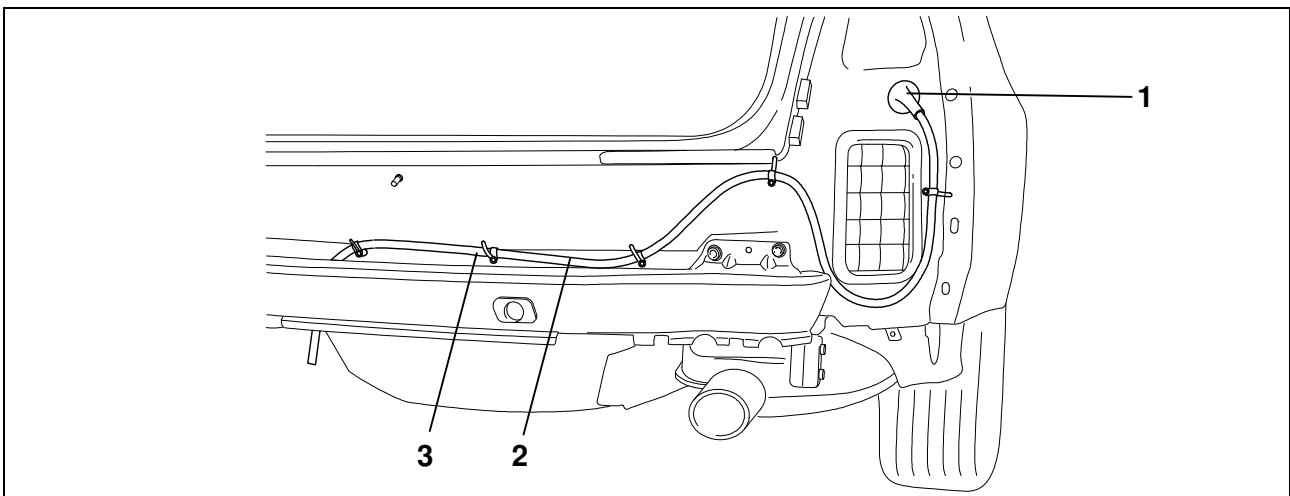

Fig. 3: Kabelbundel leggen
8. De aanwezige blindkap eruit nemen uit de kabeldoorvoer (Fig. 3/1).
9. De kabelbundel (Fig. 3/2) door de kabeldoorvoer van het voertuig (Fig. 3/1) naar de kofferruimte leggen. Daarbij van de stopcontact-montageplaat uitgaan.
10. De rubberbus in de kabeldoorvoer (Fig. 3/1) plaatsen.
11. De kabelbundel (Fig. 3/2) met de bijliggende kabelbinders (Fig. 3/3) bevestigen.